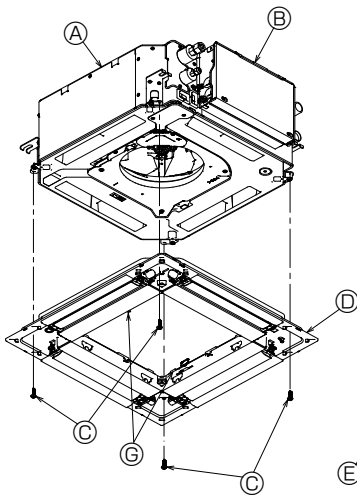

Fig. 10-6
- Зафиксируйте решетку, затянув четыре винта. (Fig. 10-6)